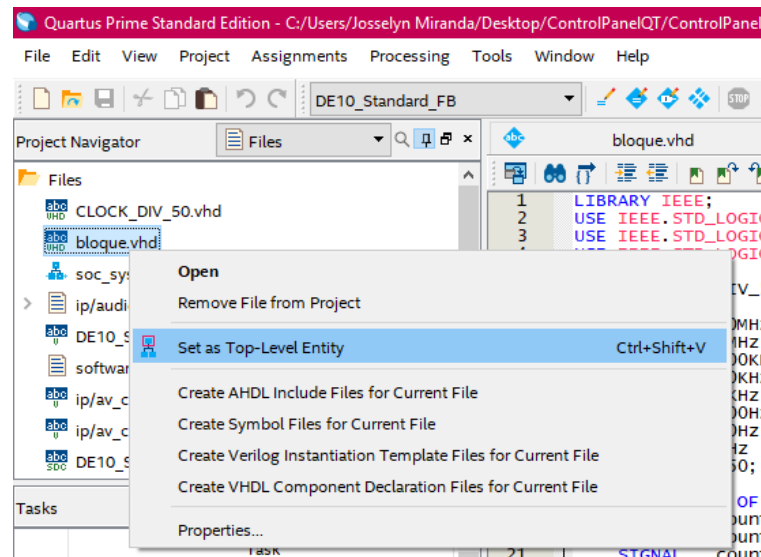

Ilustración 10 - Asignar alta prioridad
6. Damos clic derecho en el archivo VHDL del contador y seleccionamos la opción *Set as Top-Level Entity*, Ilustración 10.